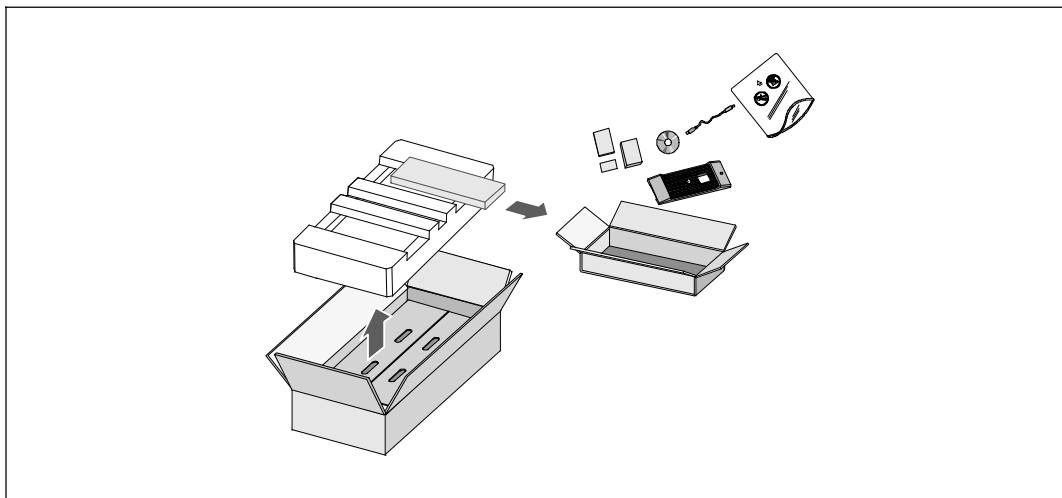

図 2. システムの開梱
- 1 段ボール箱を開き、キャビネットと同梱の付属品を取り外します。（図2を参照）。